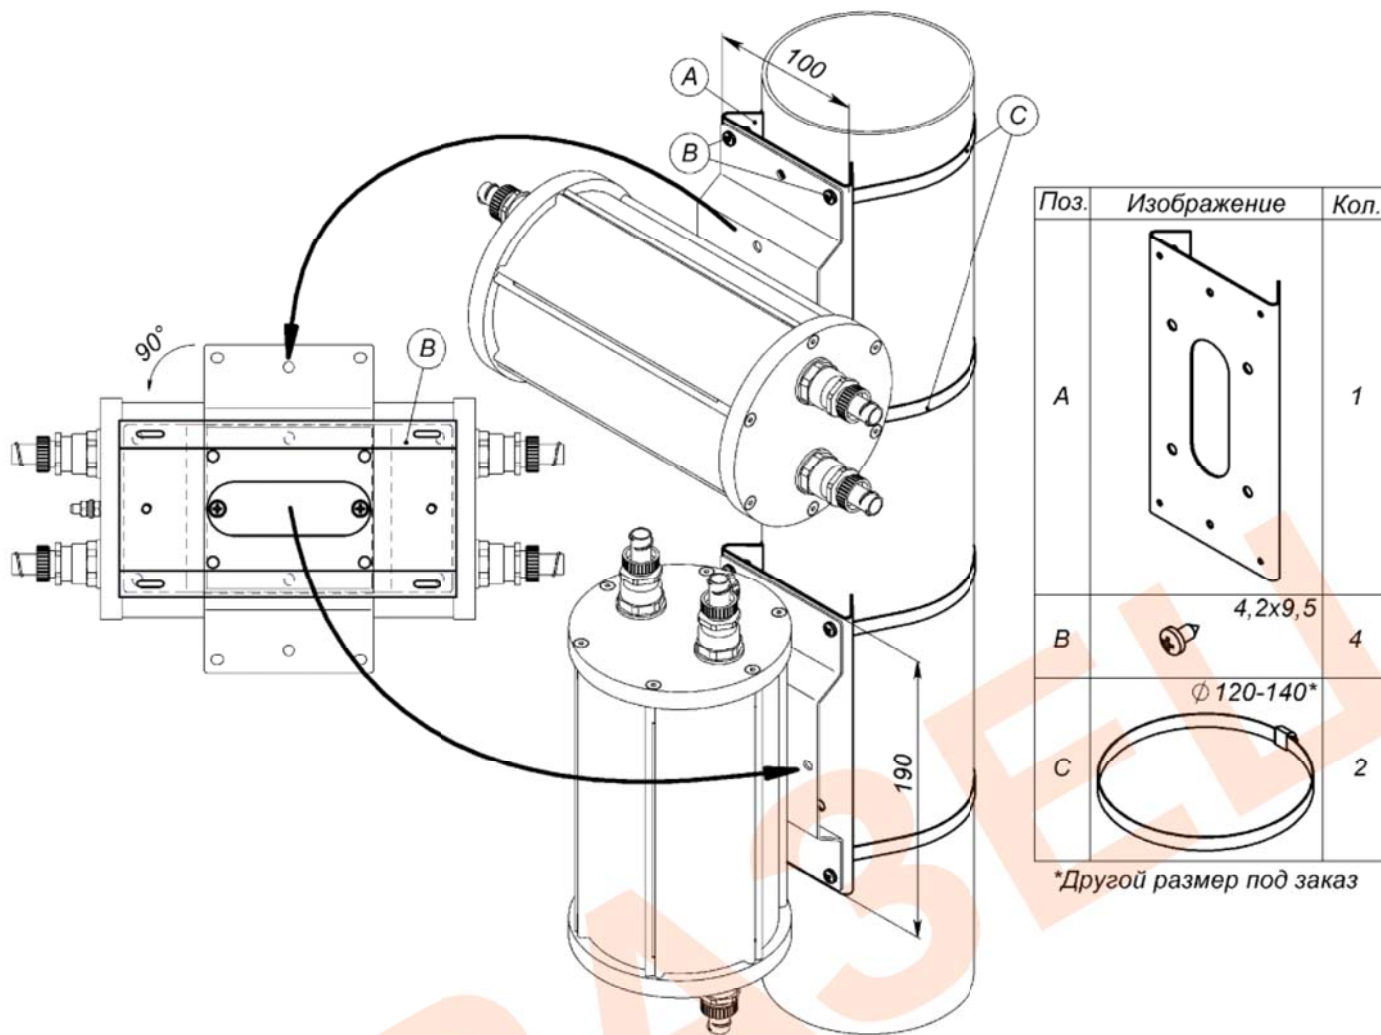

Рисунок 4 – Монтаж кронштейна КС-1 на опору (круглую или квадратную)
90–106 мм, \varnothing 115–135 мм (другой размер – под заказ) (рисунок 4)
9. Кронштейн (имеет два варианта установки вдоль и перпендикулярно оси коробки см. рисунок 4)